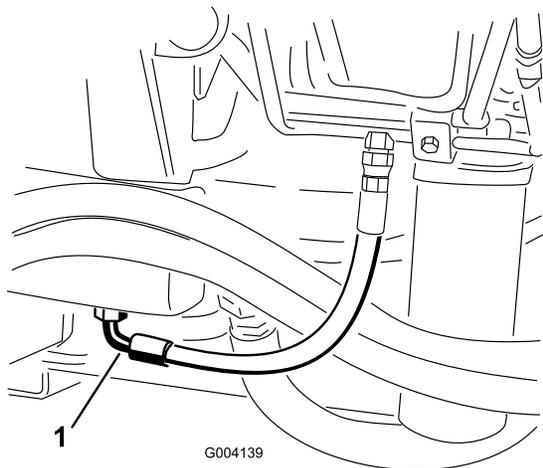

Рисунок 68
2. Установите большой сливной поддон под штуцер, находящийся в нижней части бака с гидравлической жидкостью (Рисунок 68).